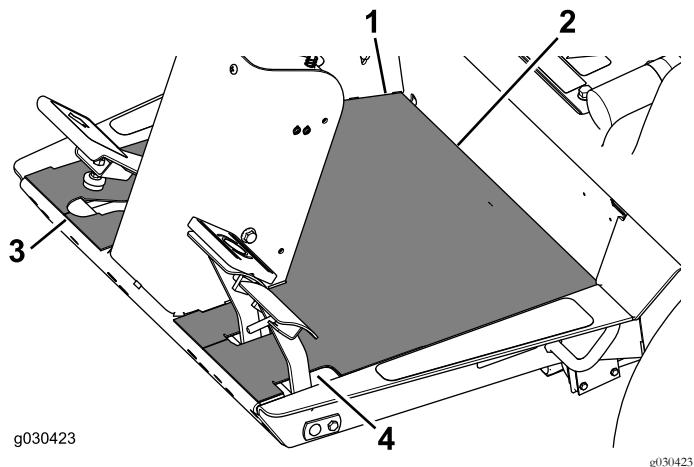

Figura 22
4. Aline a extremidade posterior do rastro do piso na extremidade onde a plataforma do operador se junta à placa de apoio (Figura 22).